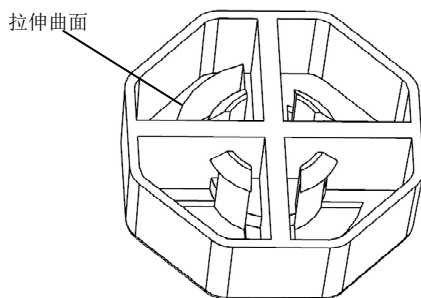

图 3-14 创建拉伸曲面
(25) 单击“确定”按钮，创建一个拉伸曲面，如图 3-14 所示。